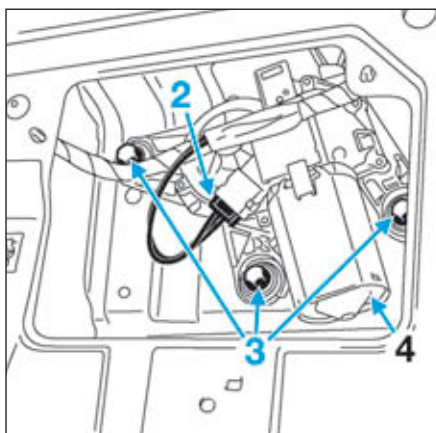

FIG.116
- Débrancher le connecteur (2) du moteur d'essuie-vitre arrière (Fig.116).
- les vis (3) du moteur d'essuie-vitre arrière,
- le moteur d'essuie-vitre arrière (4).